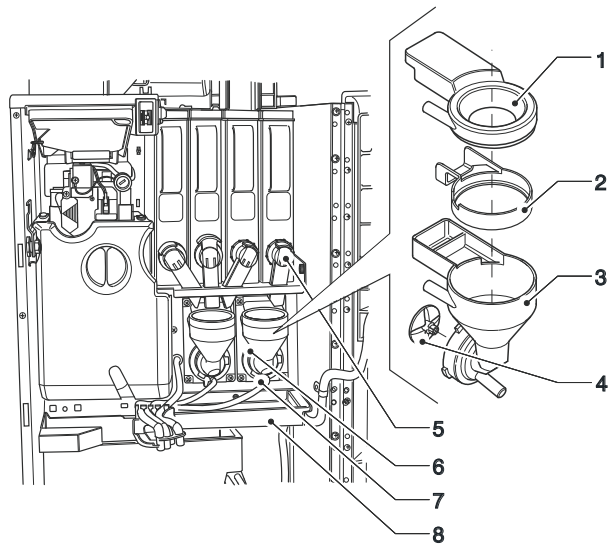

Рис. 8
- Снимите (см. Рис. 8) форсунки для порошка, конвейеры для воды, насыпные воронки и вентиляторы двигателя с миксеров;